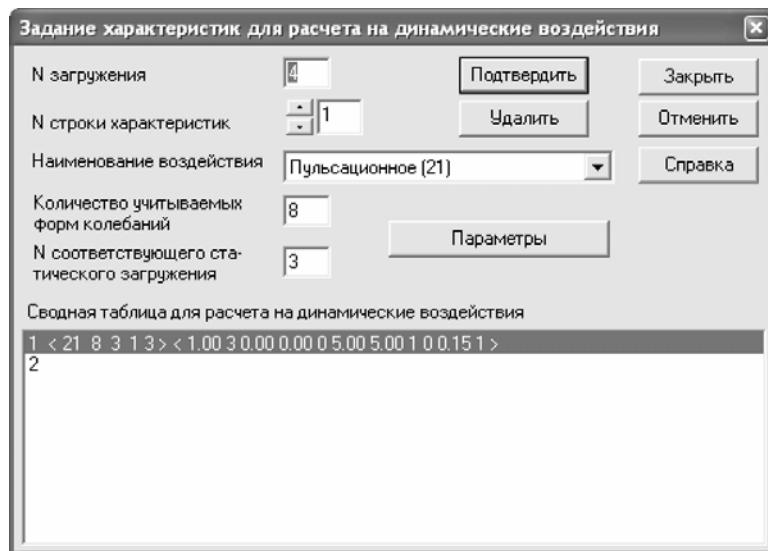
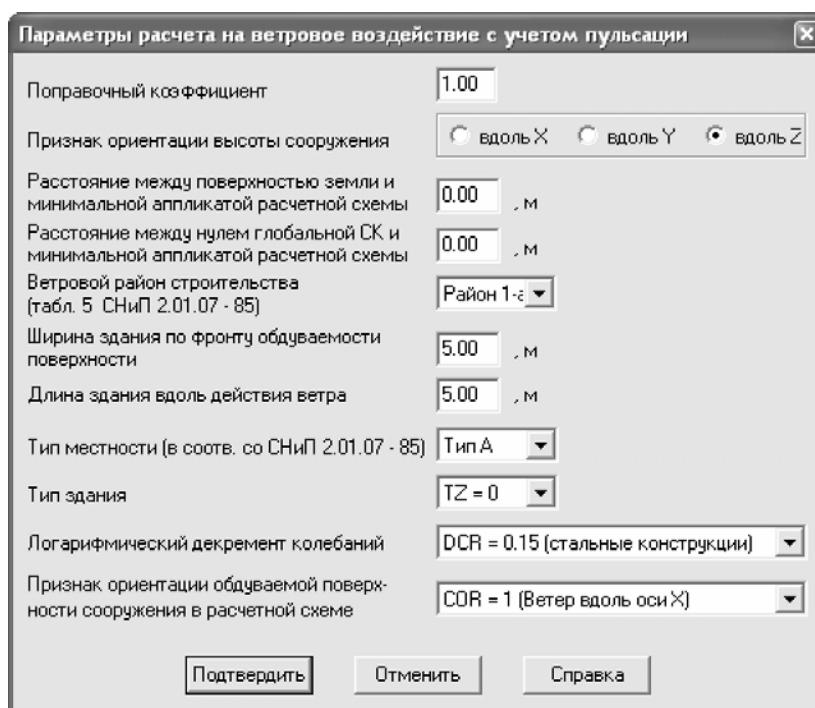

Рис.5.22. Диалоговое окно **Задание характеристик для расчета на динамические воздействия**
Рис.5.23. Диалоговое окно **Параметры расчета на ветровое воздействие с учетом пульсации**
- Для задания основных характеристик четвертого загружения вызовите диалоговое окно **Задание характеристик для расчета на динамические воздействия** (рис.5.22) из меню **Нагрузки** ⇒ **Динамика** ⇒ **Таблица динамических загружений** (кнопка на панели инструментов)
- наименование воздействия – **Пульсационное (21);**
- В диалоговом окне **Параметры расчета на ветровое воздействие с учетом пульсации** (рис.5.23) задайте следующие необходимые параметры: